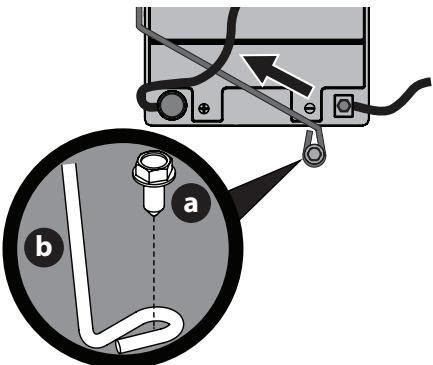

Figura 21
NOTA: El mazo de cables debería colocarse sobre la parte superior de la barra de sujeción de batería. De no ser así, el mazo de cables podría resultar dañado (Figura 21 en la página 50).
3. Extraiga el tornillo de arandela hexagonal (a) que sujetla el soporte de sujeción de la batería al bastidor (b). Luego levante el soporte de sujeción de la batería (b) para liberar la batería (Figura 21).